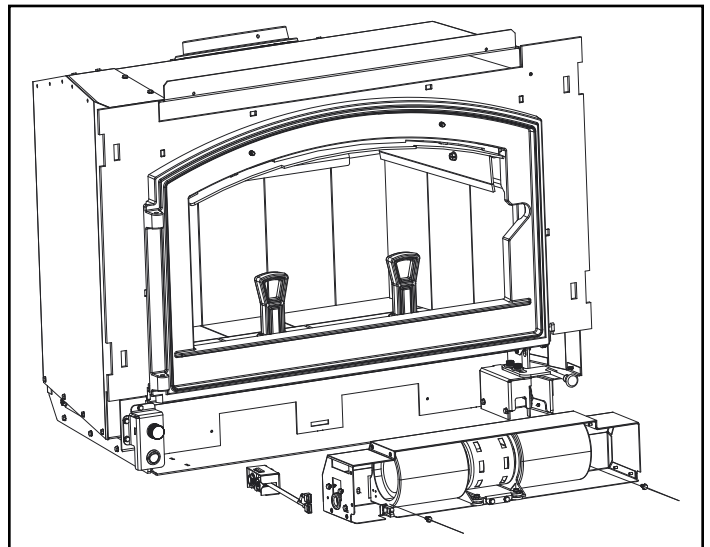

Figure 22.3
4. Retirez le boîtier du disque à pression en bas à gauche (Figure 22.3).